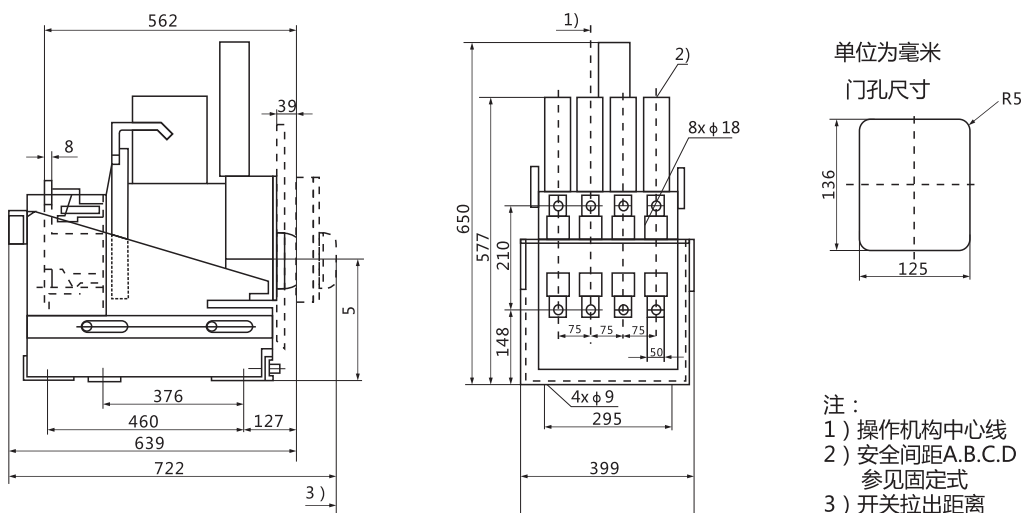

图23 RDW17-630~1600四极抽屉式外形及安装尺寸
7.12 RDW17-630~1600四极抽屉式断路器外形及安装尺寸见图23